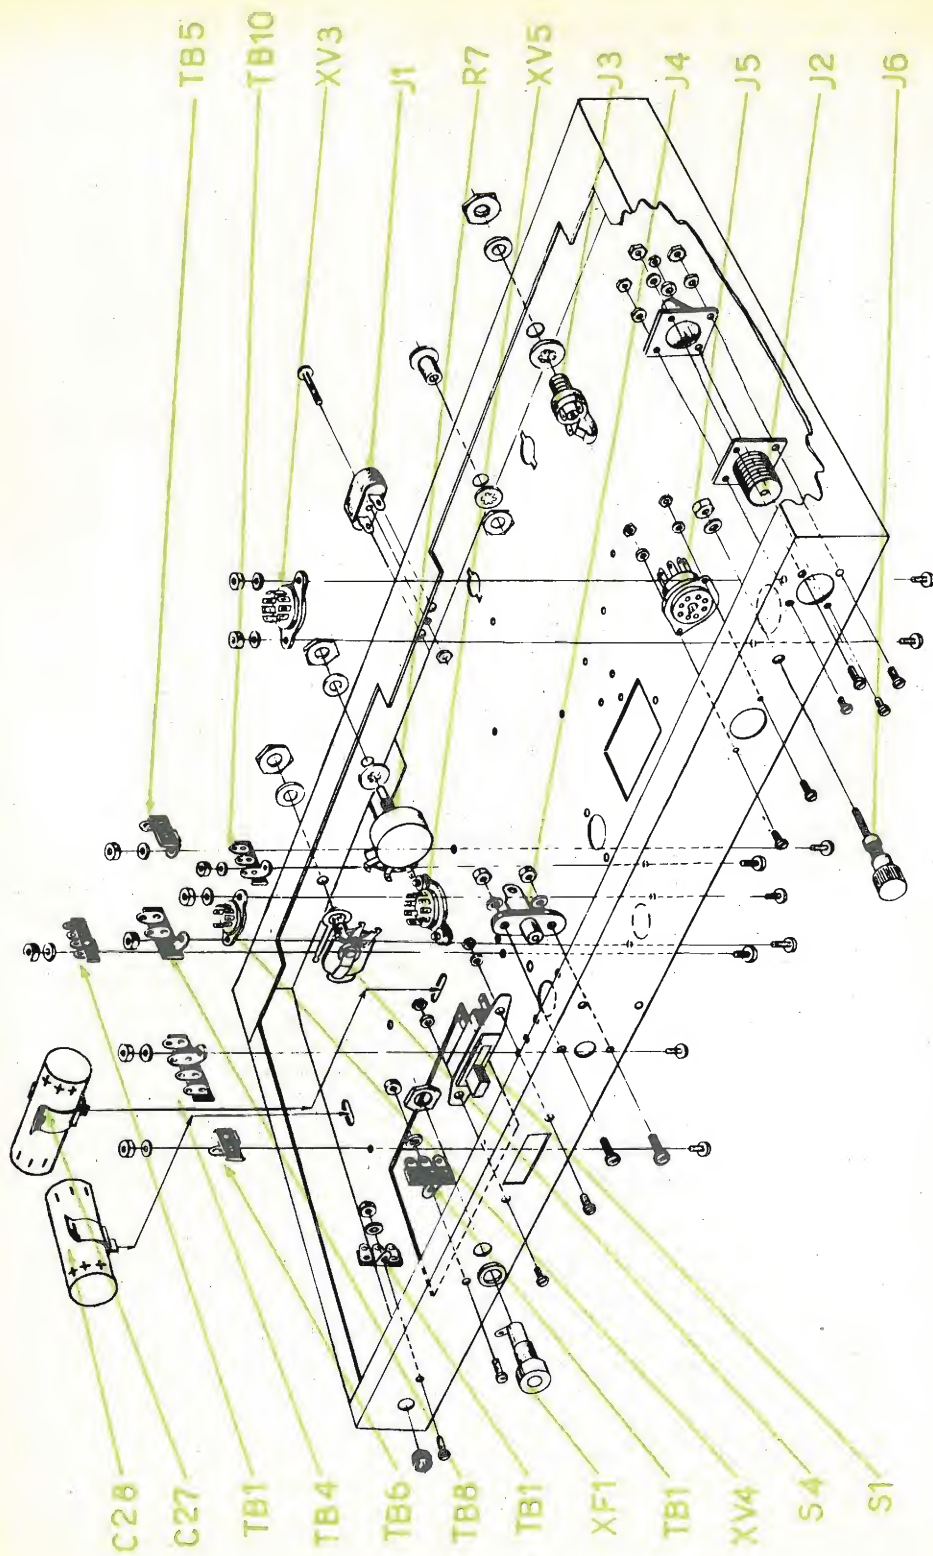

Fig. 1 - Montaggio dei componenti sulla parte inferiore dello chassis.
Montaggio dei componenti sulla parte inferiore dello chassis (Fig. 1).
- 8 - Montare il bocchettone d'antenna J2 come da fig. 1, dall'interno del telaio, mediante 4 viti da 4/40, rondelle e dadi. Non stringete le viti. Il coperchietto del bocchettone sarà montato successivamente.
- 18 - Montare i terminali a squadretta TB1, TB4, TB5 e TB10 secondo l'orientamento di fig. 1 e fissarli con viti da 6/32, rondelle e dadi da 6/32.
- 19 - Montare il porta-fusibili XF1 come da fig. 1 infilando la rondella di gomma all'esterno del telaio, sotto la testata del porta-fusibili ed il dado di bloccaggio all'interno. Non stringere eccessivamente a scanso di rottura del supporto isolante.